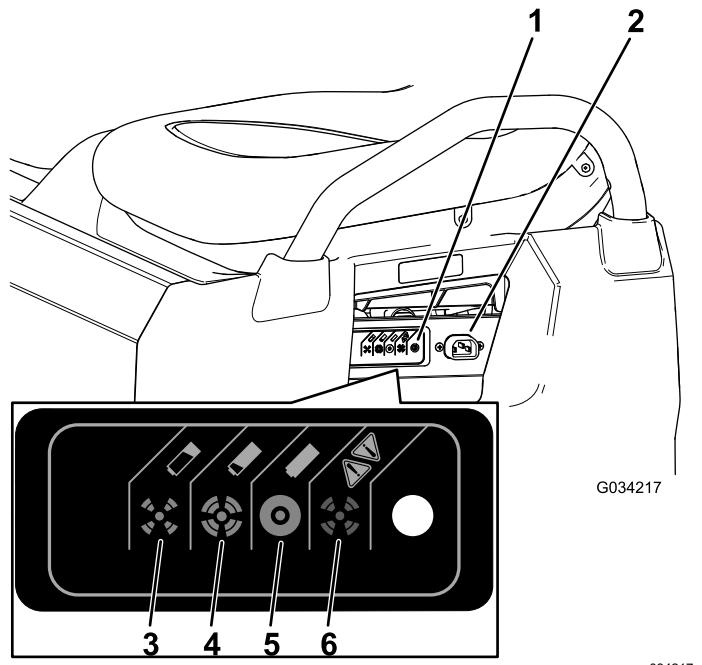

図 36
3. チャージャコードの太さは16 ゲージまたはそれ以上太いもので、長さは 2.5 m 以内を、マシンの充電ソケットに接続する**図 36**。
充電状態を表す色の意味については、下の表と**図 36**で確認してください。